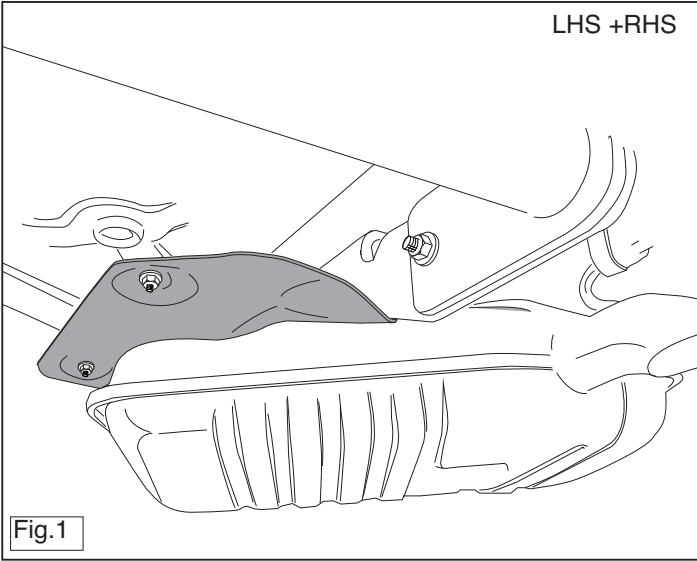

Fig.1
8. **Si presentes:** Ponga el revestimiento de protección térmica por las partes del gancho de remolque (véase fig. 1).
8. **Se presente:** Piegare lo scudo termico intorno alle parti del gancio traino (vedi fig. 1).
8. Zagiąć płytę termiczną wokół elementów haka holowniczego (patrz rys. 1).